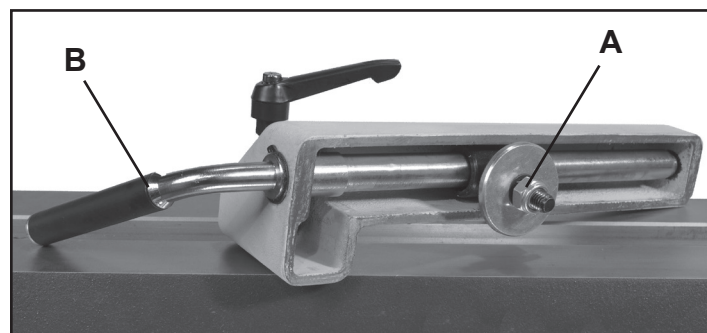

FIG. 14
Si se requiere de ajustes, se puede cambiar la presión de sujeción girando las Tuercas hexagonales grandes (#15C y 9D) que se ubican debajo de la bancada del torno y debajo de los conjuntos. Esto se logra con una llave de 16mm (5/8") o ajustable (no incluida). La FIG. 14 muestra el soporte de herramientas retirado de la bancada del torno para ver el mecanismo de bloqueo y la Tuerca hexagonal (A).
1. Afloje la Manija de bloqueo (B) de manera que no haya presión de sujeción aplicada en el conjunto del torno.